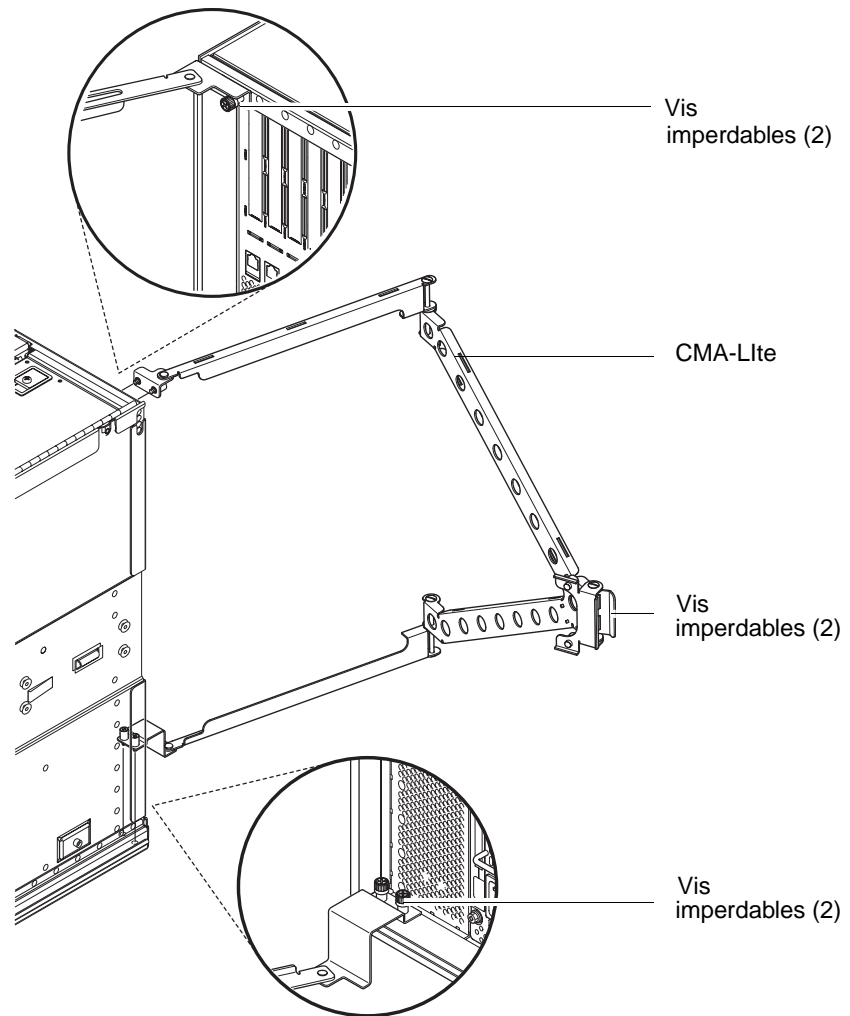

FIGURE 1-14 Bras de gestion des câbles CMA-Lite
1. Fixez le pivot à l'extrémité du bras supérieur en haut à l'arrière du système, à l'aide de deux vis imperdables (FIGURE 1-14).